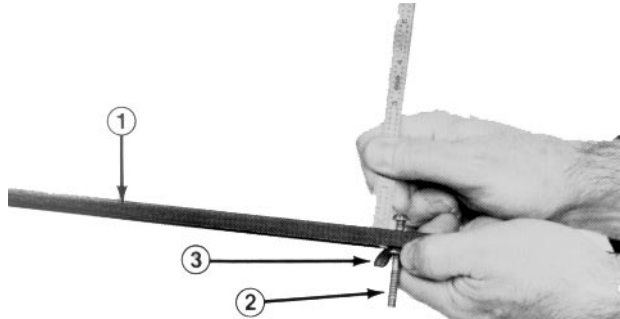

Bild 7
- Die Mutter an der Skaleleiste (Bild 7) lösen und die Einstellschraube auf die gewünschte Schnitthöhe einstellen. Der Abstand zwischen der Unterseite des Schraubenkopfes und der Leistenfläche ergibt die Schnitthöhe.